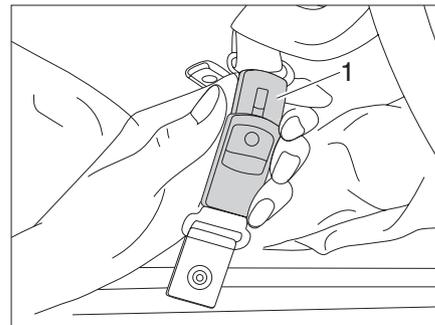

Fig. 33 Apertura della cintura di sicurezza
► Aprire le cinture di sicurezza (Fig. 33,1).